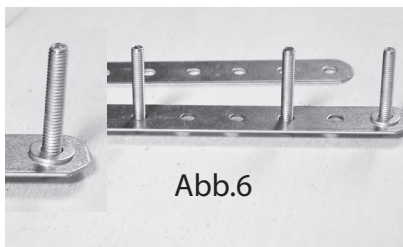

Abb.6
6. Auf die beiden aussen sitzenden Schrauben jeweils eine Unterlegscheibe stecken (s. Abb. 6)